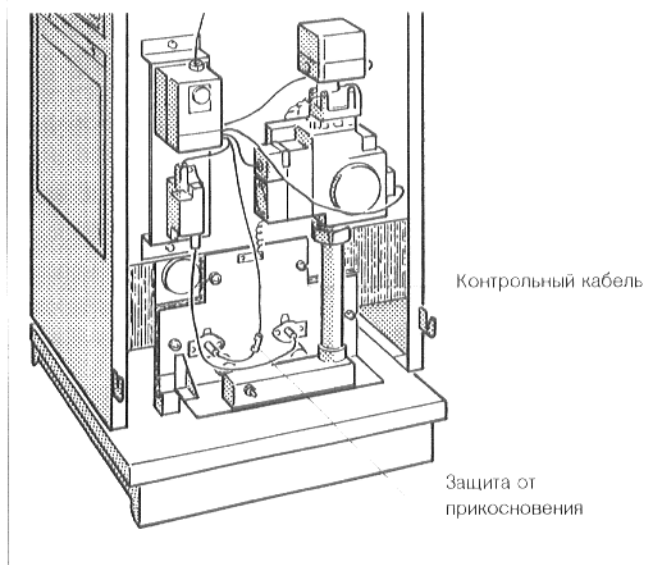

Рис. 14. Контрольный кабель
- Устранить защиту от прикосновения у контрольного кабеля (рис. 14) и разъединить штекерное соединение.